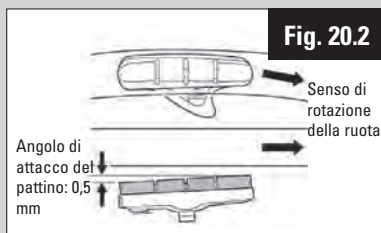

Fig. 20.2
2. Regolazione posizione angolo pattini (chiave a brugola da 4 mm, fig. 20.2).